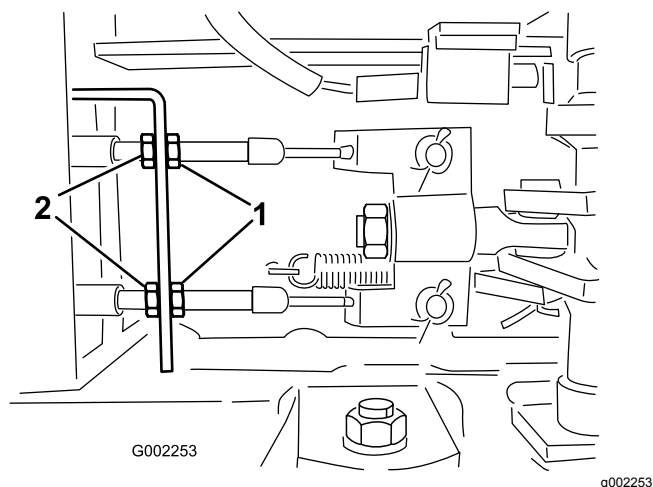

Figura 84
5. Afloje las tuercas delanteras de los cables de freno, debajo del extremo delantero del fumigador (Figura 84).
6. Apriete las tuercas traseras en la misma cantidad hasta que el pedal de freno recorra entre 1 a 2 cm ($\frac{1}{2}$ " a 1") antes de que se note resistencia (Figura 84).